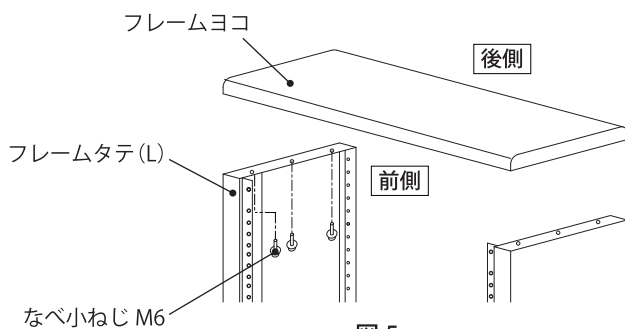

図 5
3. フレームヨコをフレームタテ上部に、なべ小ねじ M6 (左右各 3 カ所) にて固定してください。(図 5)